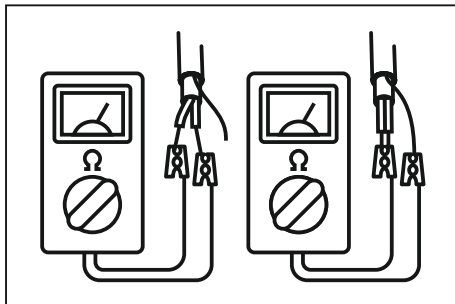

Рис. 1 – Измерение сопротивления нагревательных жил и изоляции
2. Измерить сопротивление нагревательных жил и изоляции (рис.1). Сопротивление нагревательных жил должно соответствовать данным в таблице 2. Сопротивление изоляции не должно быть менее 1 МОм при напряжении 2500 В.
6. После раскладки мата измерить сопротивление нагревательных жил и изоляции (рис.1).
10. Измерить сопротивление нагревательных жил и изоляции после установки напольного покрытия (рис.1).